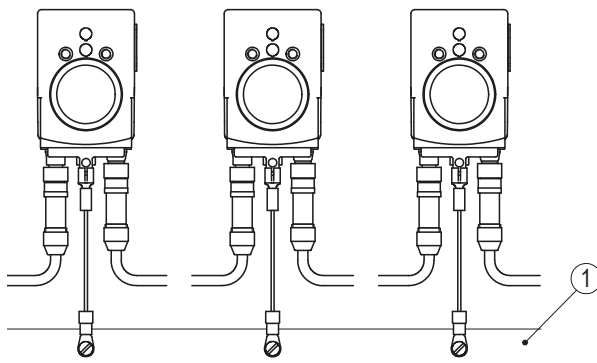

Abb. 5: PE-Schiene
Zum Schutz vor Störungen müssen die Schirme der Signalleitungen und Netzleitung beidseitig angeschlossen werden. Potentialunterschiede führen zu unzulässigen Strömen auf dem Schirm. Den PE Anschluss ④ zwischen den Anschlusssteckern auf das Schutzleiterpotential legen (siehe Abb. 4). Verwenden Sie dazu 6.3 mm Flachstecker oder Kabelschuh mit kurzer Litze 2.5 ... 4 mm² (nicht im Lieferumfang). Bei mehreren Positionsanzeigen wird empfohlen die Erdung auf eine PE-Schiene ① anzuschließen (siehe Abb. 5).